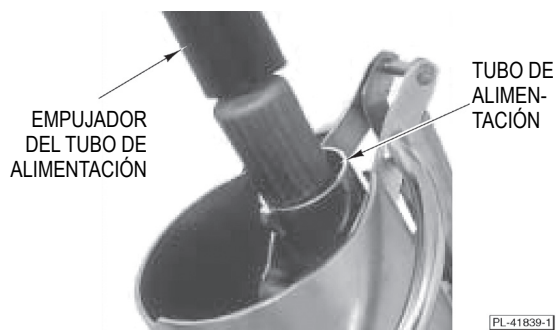

Fig. 11
3. Introduzca el alimento en el tubo de alimentación (Fig. 11).
4. Coloque el empujador del tubo de alimentación sobre el alimento (Fig. 11).